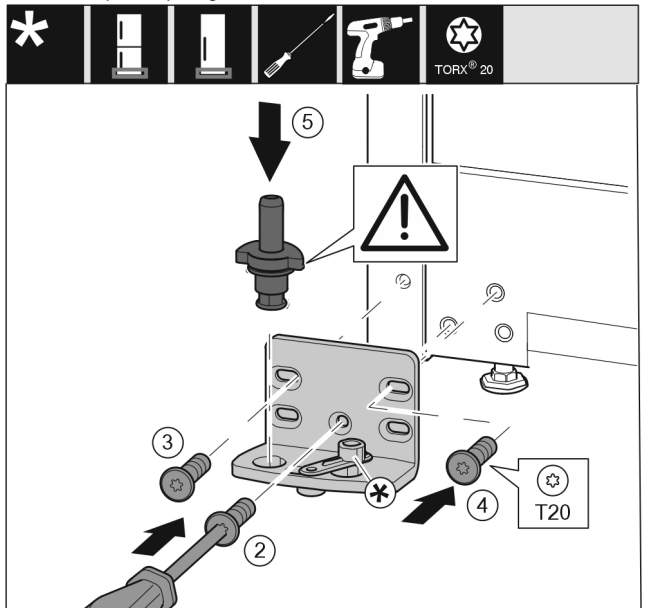

Fig. 34
- ▶ Встановіть опорний кронштейн з іншого боку і закріпіть гвинтами за допомогою викрутки T20. Почніть із гвинта 2 знизу посередині. Fig. 34 (2)
- ▶ Закрутіть гвинти 3 та 4. Fig. 34 (3,4)
- ▶ Вставте цілком опорний гвинт. При цьому виступ фіксатора повинен бути спрямований назад. Fig. 34 (5)
- ▶ Встановіть опорний кронштейн з іншого боку і закріпіть гвинтами за допомогою викрутки T20. Почніть із гвинта 2 знизу посередині. (2)
- ▶ Поверніть з'єднувальний елемент демфера на 180°. Пригвинтіть з іншого боку опорного кронштейна за допомогою викрутки T20. (5)
- ▶ Вставте цілком опорний гвинт. При цьому виступ фіксатора повинен бути спрямований назад. (6)